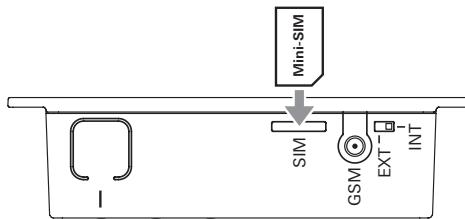

Bild 3 – Mini-SIM-Karte
- Mini-SIM Karte wie auf Abbildung (Bild 3) dargestellt in den Einschub „SIM“ einschieben bis diese einrastet.